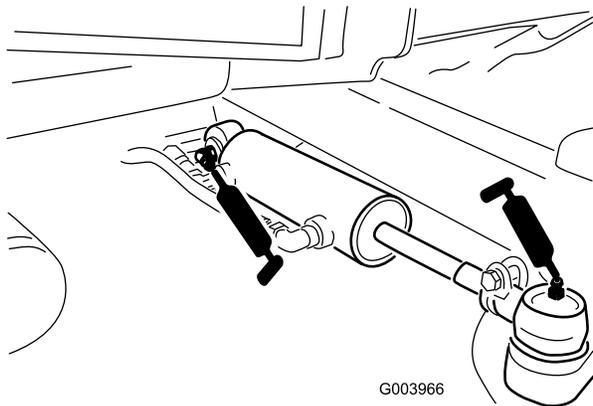

Figura 81
- Rótulas do cilindro de direção (2) (Figura 81)